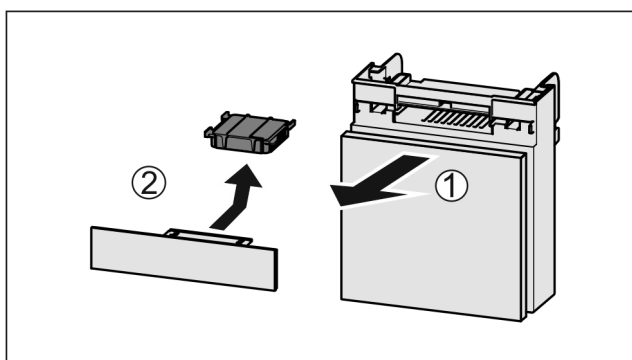

Fig. 109
- ▶ Wyciągnąć Fig. 109 (1) komorę do przodu.
- ▶ Wyjąć Fig. 109 (2) filtr z węglem aktywowanym.